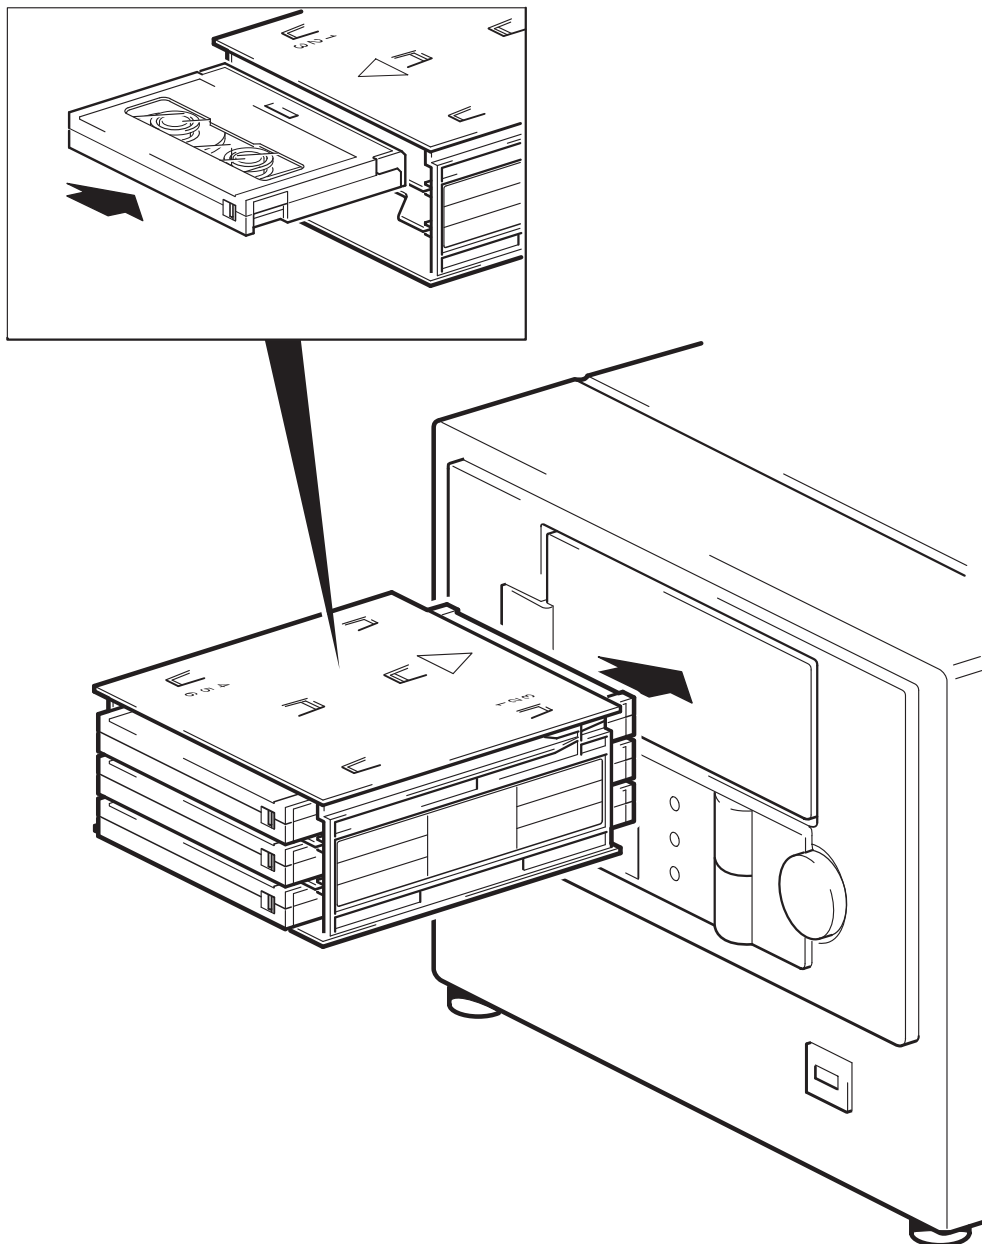

Figura 8: inserimento del caricatore automatico
- 2 Inserire il magazzino attraverso lo sportello sulla parte anteriore del caricatore automatico. Assicurarsi che la freccia sia rivolta verso la parte superiore e punti verso il caricatore, come illustrato nella figura 8.